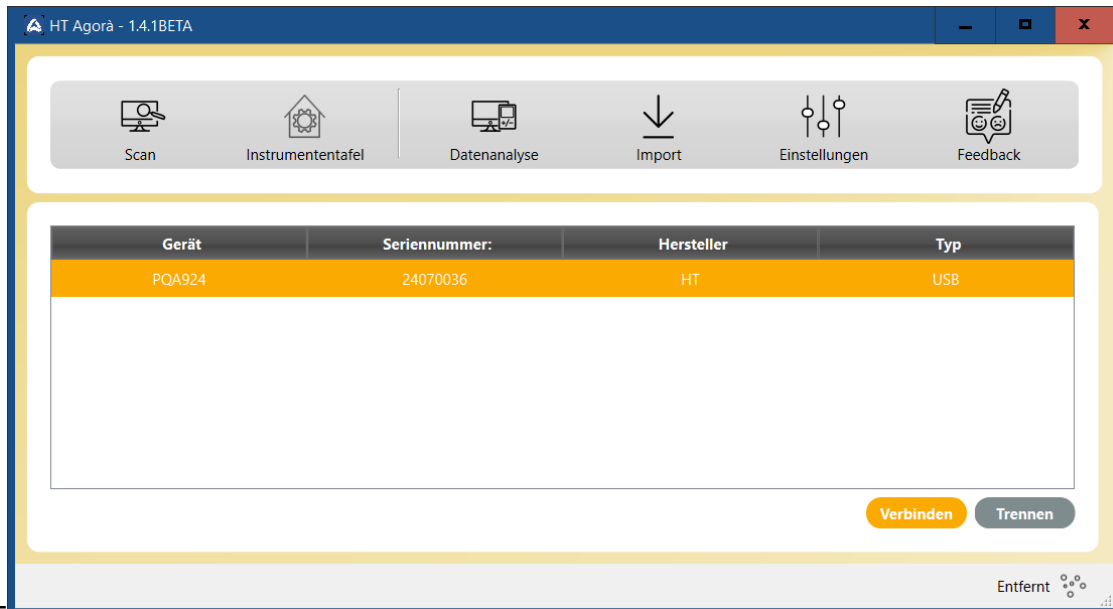
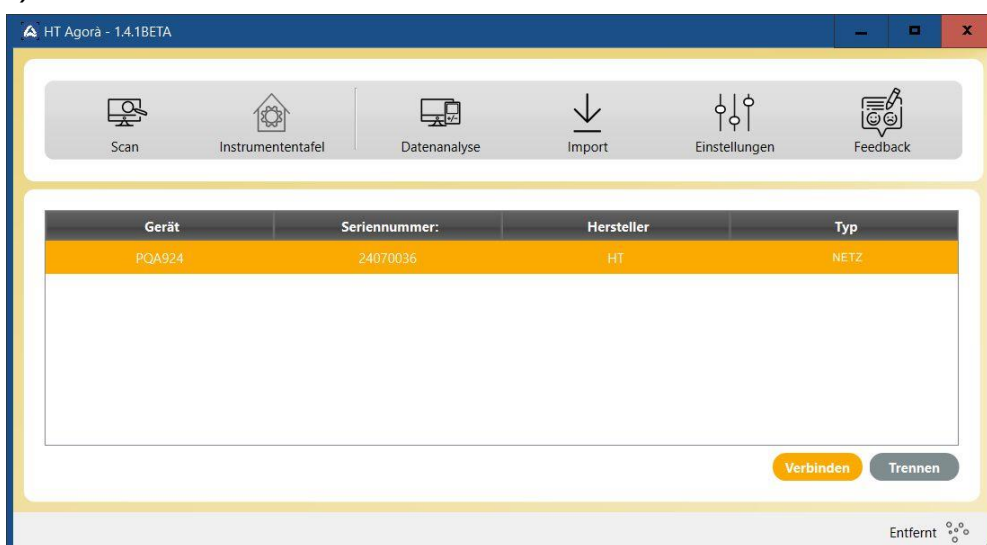

Abb. 84: Anbindung des Instruments an die HTAgorà-Software und USB-Anschluss
Abb. 86: Anbindung des Instruments an die HTAgorà-Software und NETZ-Anschluss
4. Klicken Sie auf die Schaltfläche „**Scan**“, um das Instrument zu erkennen, wie in Abb. 84 angegeben. Die Zeile „PQA924“ und der Verbindungstyp „NETZ“ wird angezeigt (siehe Abb. 86)